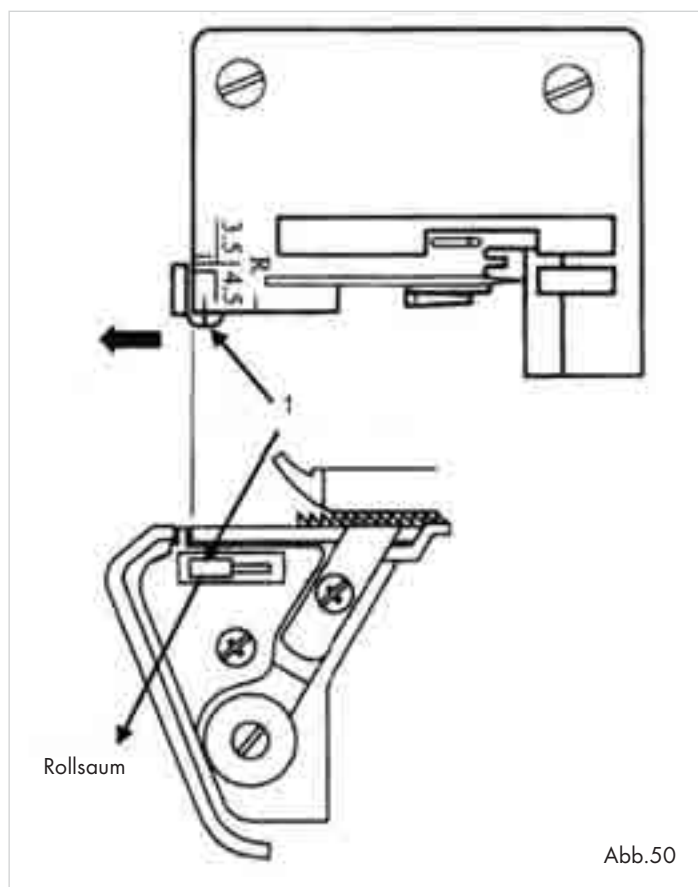

Abb.50
- Öffnen Sie die Frontklappe ⑩.
- Schieben Sie den Nahtbreitenschalter ⑬ auf „R“, damit der Nahtbreitenfinger zurückgeschoben wird (1) (Abb. 50).